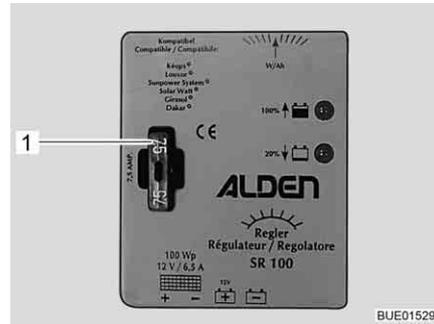

Fig. 170 Fusible del regulador de carga solar 100 W
- Cambiar el fusible plano 5 A/marrón claro (Fig. 170,1).